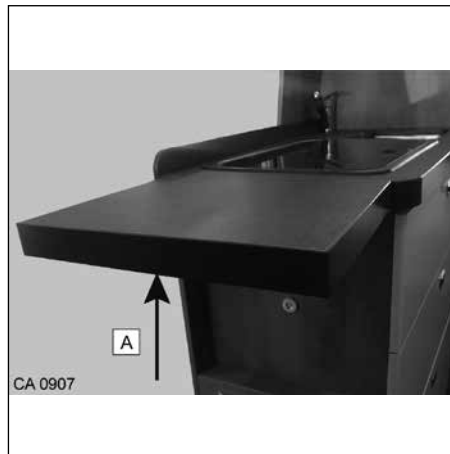

Fig. 33 Rallonge du plan de travail
- Appuyer sur le levier (Fig. 33, pos. A). Pivoter la rallonge vers le bas.